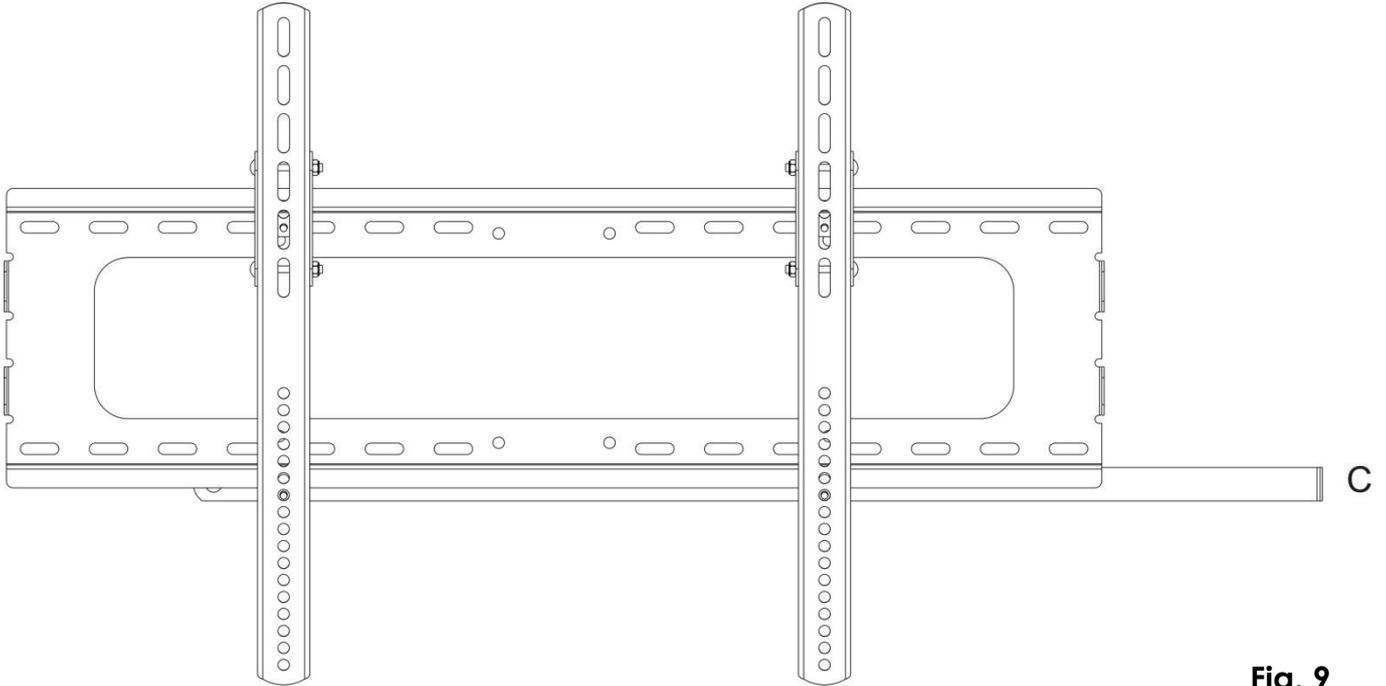
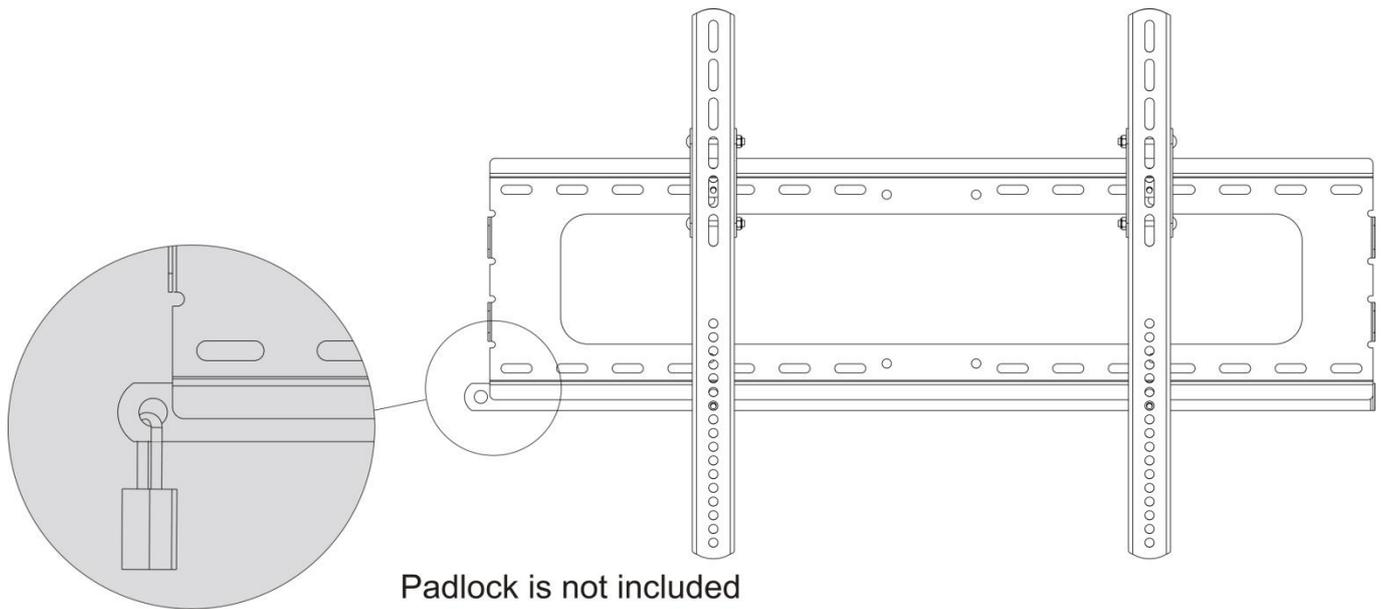

Fig. 9
Fig. 10
- Insérez la barre de sécurité (C) des rails. Utilisez un cadenas pour bloquer l'écran de la télévision. Pour un meilleur aperçu, l'écran de la télévision n'est pas représenté dans la Fig. 9 et la Fig. 10.